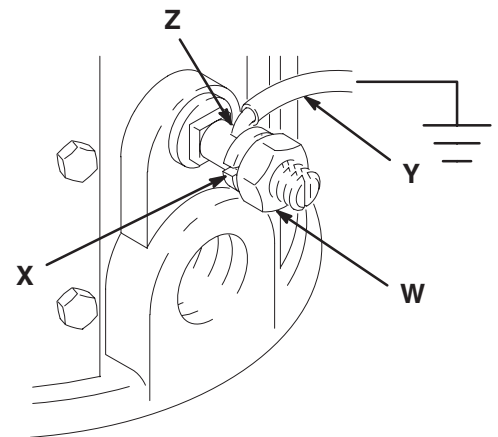

Fig. 1
1. *Bomba:* utilice un cable con conexión a tierra y una abrazadera, tal como se indica en la Fig. 1.